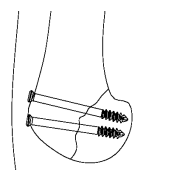

図 19
- 4) 6.0 キャンセラススクリーを使用する場合は、手順2-2. 2)と同様にドリリング及びスクリー長の計測を行い、スクリーを挿入します。骨質が硬い場合は、ドリルガイドの4.5 側を用いて骨折線の手前まで4.5 ドリルにてドリリングし、スクリーを挿入して下さい。(図 19)